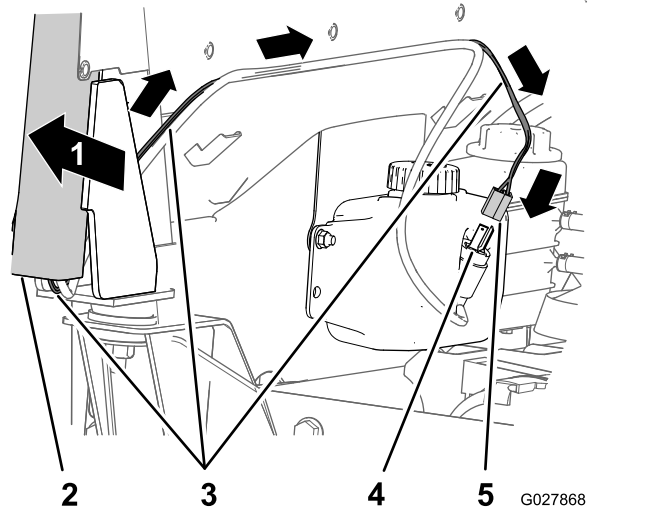

Figure 28
4. Acheminez le faisceau de la pompe de lave-glace en travers de l'arrière de la cabine et alignez-le sur le connecteur à 2 lames dans le moteur de pompe de lave-glace (Figure 28).